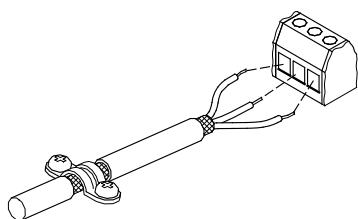

Fig. 20 Eksempel på afisoleret kabel med skærm
- Før skærmen så tæt på tilslutningsklemmerne som muligt. Se fig. 20.